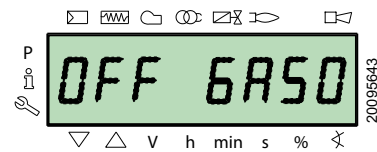

Fig. 43
- light oil “OFF GASO” (Fig. 43)